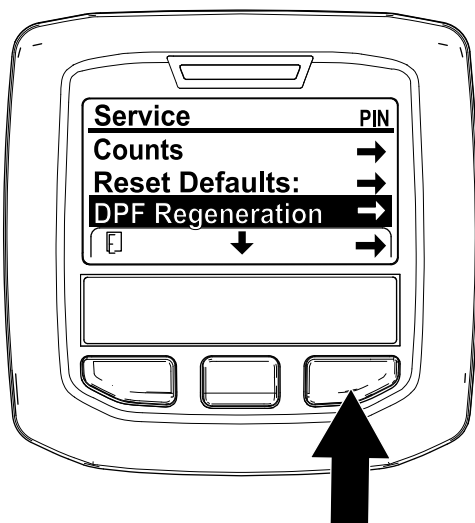

Figura 31
1. Aceda ao menu de manutenção, pressione o botão central para se deslocar para a opção DPF REGENERATION (Regeneração do DPF) (Figura 31).
2. Pressione o botão direito para seleccionar a entrada Regeneração do filtro de partículas de gásóleo (Figura 31).